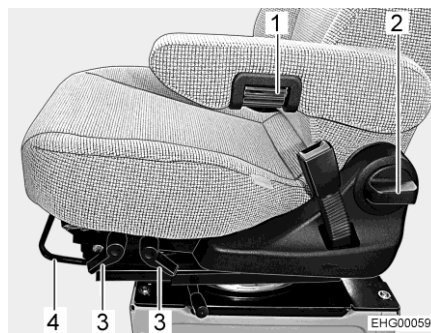

Bild 17 Sitzverstellung (Aguti GIS-Liner)
- Den Bügel (Bild 17,4) nach oben ziehen.
- Den entsprechenden Hebel (Bild 17,3) nach oben ziehen.
- Griff (Bild 17,2) drehen.
- Zur Feineinstellung das Rändelrad (Bild 17,1) drehen. Je nach Drehrichtung neigt sich die Armlehne nach oben oder unten.